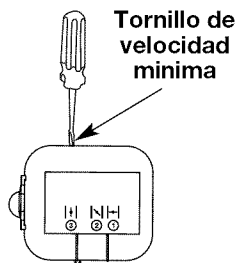

Fig. 27
2. Suelte el gatillo del regulador y deje que el motor funcione en mínima. Si el motor se para, inserte un destornillador Phillips pequeño en el orificio de la cubierta del motor (Fig. 27). Gire el tornillo de mínima hacia adentro, en sentido horario, de a 1/8 de vuelta por vez (según sea necesario) hasta que el motor funcione en mínima suavemente.